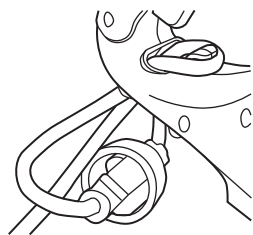

Fig. 2
2. Faites une boucle étroite avec la rallonge et faites-la passer à travers le trou destiné au cordon dans la poignée arrière de l'appareil (Fig. 2).
- Déplacez la boucle sur le crochet d'enroulement du cordon et tirez délicatement sur le cordon pour la fixer dessus (Fig. 2). Cela permet d'éviter de débrancher accidentellement le cordon.
- Retirez la boucle de la rallonge du crochet d'enroulement du cordon (Fig. 2).